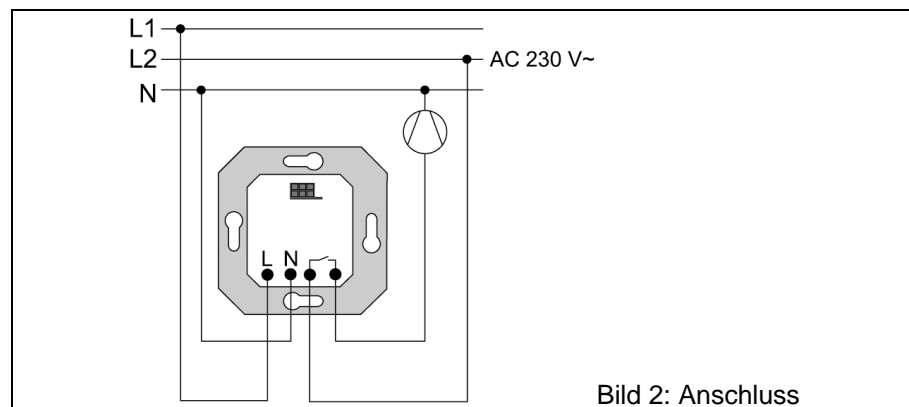

Bild 2: Anschluss
- Einsatz anschließen (Bild 2)